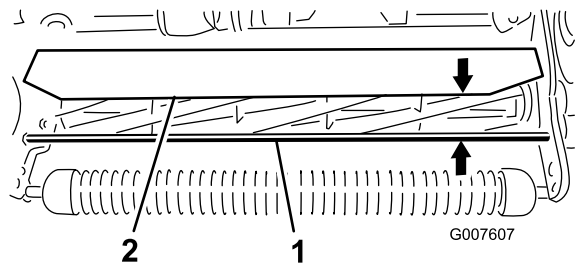

Bild 55
- Messen Sie den Abstand zwischen dem oberen Ende der vorderen Stützstange und der vorderen Lippe des Schutzblechs an jedem Ende des Mähwerks (Bild 55).